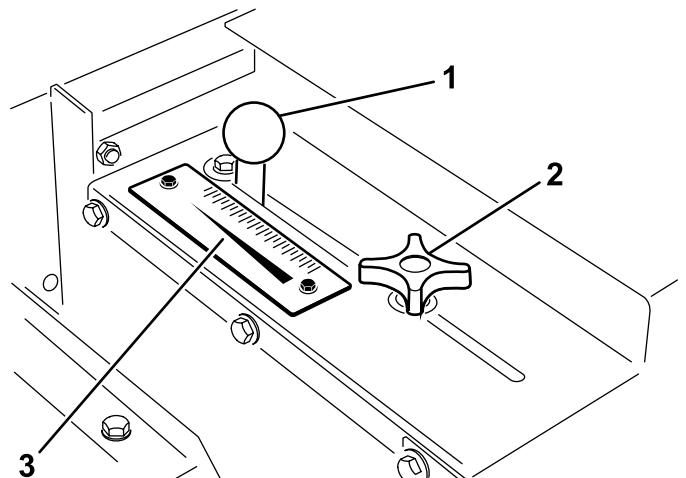

Рисунок 20
1. Ослабьте фиксирующую ручку (Рисунок 20) настолько, чтобы ее можно было свободно перемещать в пазу.
2. Установите ручку затвора (Рисунок 20) в необходимое положение и затяните фиксирующую ручку, чтобы зафиксировать регулировку.
Для определения требуемой интенсивности подачи используйте шкалу расхода (Рисунок 20). См. Норма внесения песка \(страница 19\).